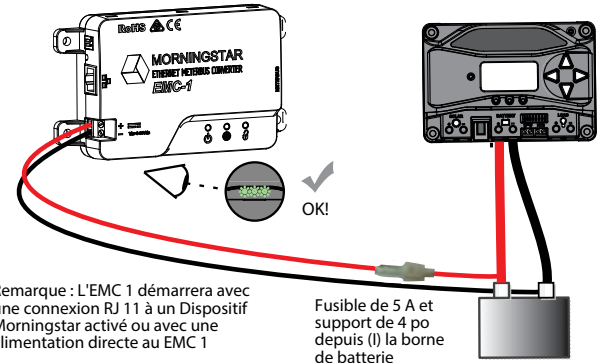

Figure 2-4. Connexion des câbles d'alimentation
Le EMC-1 est alimenté par une source 8-80 V CC, par exemple un convertisseur CA-CC ou une batterie système connectée à l'entrée sur l'unité EMC-1. Voir la section Fonctionnement (3) pour plus de détails sur la procédure de démarrage. Branchez les câbles d'alimentation comme indiqué dans la figure 2-4 ci-dessous.